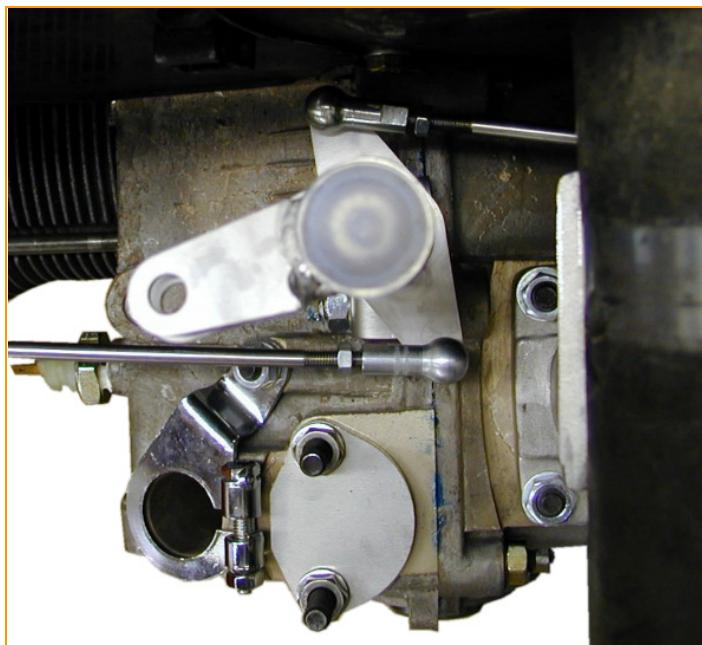

Fig.7
**ANMERKUNG:** Um einen gleichmäßigen Lauf des Gasgestänges zu gewährleisten, ist es notwendig die Schubstangen so einzustellen, das der obere Hebel am Drehbock in Ausgangsstellung (Leerlauf) (Fig.7) und Endstellung (Volllast) (Fig.8) im gleichen Winkel zur Mittellinie des Motorblockes steht.